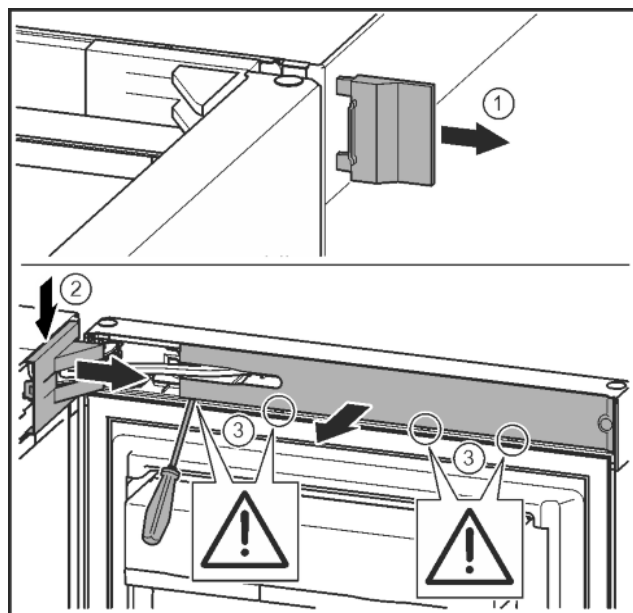

Fig. 7
- ▶ Свалете външния капак. *Fig. 7 (1)*
- ▶ Освободете и развийте капака на лагерната стойка. Свалете капака на лагерната стойка. *Fig. 7 (2)*
- ▶ Освободете капачката с плоска отвертка и я завъртете настрана. *Fig. 7 (3)*